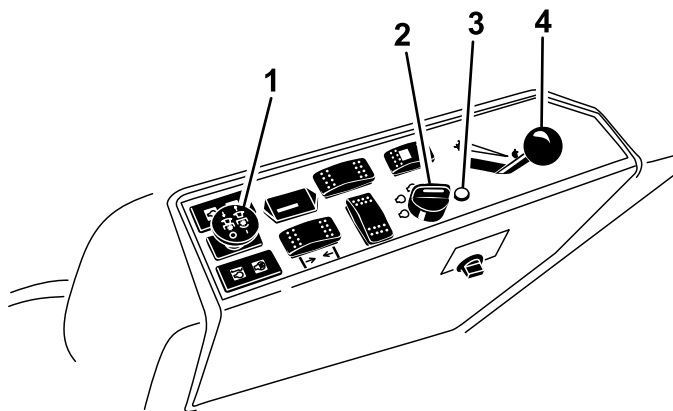

Рисунок 17
4. Переверните переключатель механизма отбора мощности (PTO) в положение Выкл. (Рисунок 17).
5. Передвиньте рычаг дроссельной заслонки в среднее положение между Быстро и Медленно (Рисунок 17).